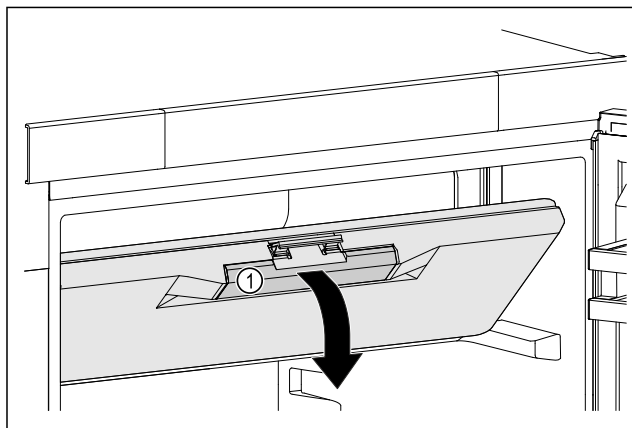

Fig. 43
- Vriesvakdeur aan de verzonken grepen Fig. 43 (1) vastpakken.